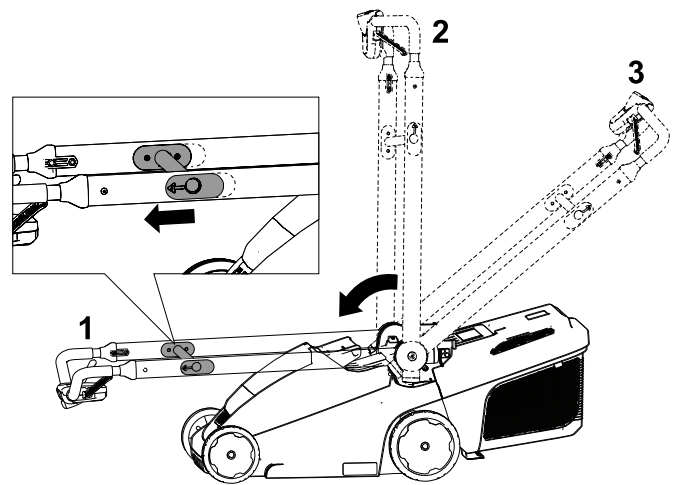

Bild 21
2. Ziehen Sie die Holmarretierungsstrebe in Richtung des oberen Holms, um die Holmarretierung zu lösen (Bild 21).
3. Klappen Sie den Holm halb nach vorne in die aufrechte Stellung oder ganz nach vorne in die senkrechte Aufbewahrungsstellung, wie in Bild 21 dargestellt.